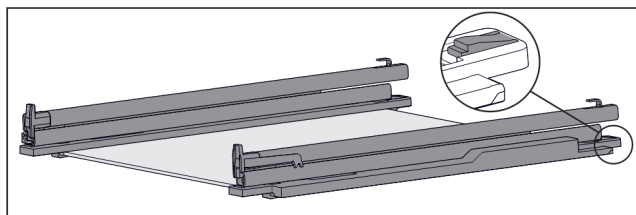

Fig. 95 Płyta szklana z szynami i elementami mocującymi
- ▶ Docisnąć element mocujący z tyłu do dołu (patrz Fig. 95) i jednocześnie wsunąć szynę do tyłu.